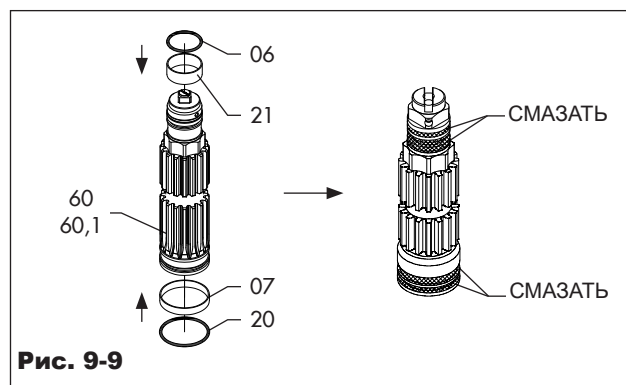

Рис. 9-9
См. рис. 9-1, рис. 9-9, рис. 9-10 и рис. 9-11.
- Установите верхний подшипник (06) и нижний подшипник (07) приводного вала.
- Смажьте и установите верхнее уплотнительное кольцо (21) и нижнее уплотнительное кольцо (20) приводного вала.
- Смажьте наружную поверхность подшипников и уплотнительных колец, установленных на приводном валу (60/60.1), как показано на рис. 9-9.